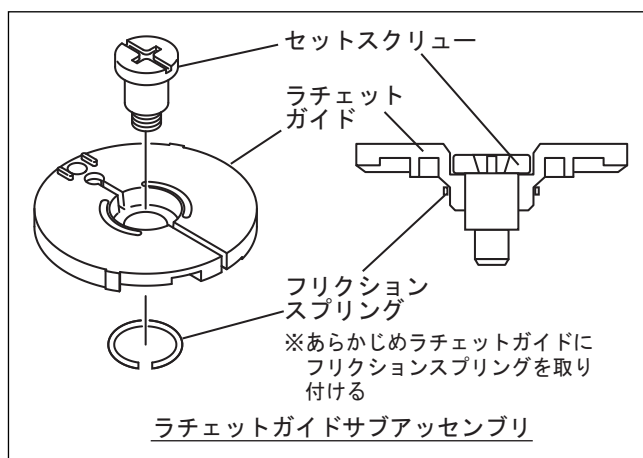

図 14-6
- 2 ラチェットが動かないように、ラチェットガイドサブアセンブリを取付けてください。(図14-6)